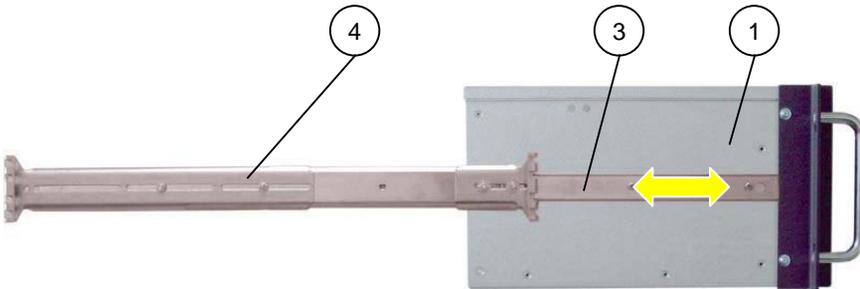

Abb. 27a: KISS Short mit Teleskopschiene
2. Anhand von Montage-Bausätzen und Winkeln, die Winkel an Teleskopschienen (*Abb. 27a, Pos. 4*) montieren. Die hinteren Winkel locker anschrauben.
4. Teleskopschienen-Innenteil (*Abb. 27a, Pos. 3*) an das KISS-Gehäuse montieren.